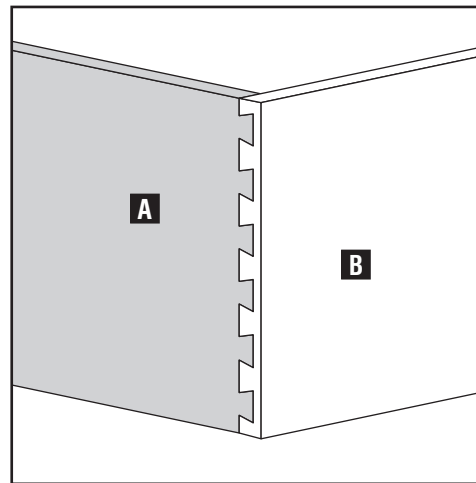

Fig. 1
Le joint traditionnel en queue d'aronde, date de l'ère de l'ancienne Égypte. Il est solide et paraît bien. Ce joint possède des protubérances dilatées (brèches) (A), Fig. 1, lesquelles sont coupées directement dans une planche (« hayon ») et les protubérances munies des côtés en biais (goujons) (B) sont coupées directement dans l'autre planche (« planche-goujon »). Pour construire un tiroir, l'avant du tiroir est la planche-goujon et le côté du tiroir est le hayon.